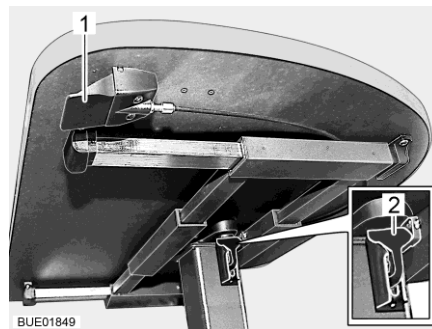

Fig. 39 Mesa elevadora con botón de desbloqueo
- Tirar o presionar hacia abajo la palanca de bloqueo (Fig. 39,2).
- Empujar la palanca de bloqueo (Fig. 39,2) hacia arriba.
- Pulsar y mantener pulsado el botón de desbloqueo (Fig. 39,1). El tablero de la mesa se desplaza automáticamente hacia arriba hasta el tope final.
- Soltar el botón de desbloqueo (Fig. 39,1). El tablero de la mesa permanecerá en la posición seleccionada.
- Pulsar y mantener pulsado el botón de desbloqueo (Fig. 39,1).
- Soltar el botón de desbloqueo (Fig. 39,1). El tablero de la mesa se quedará en la posición más baja.